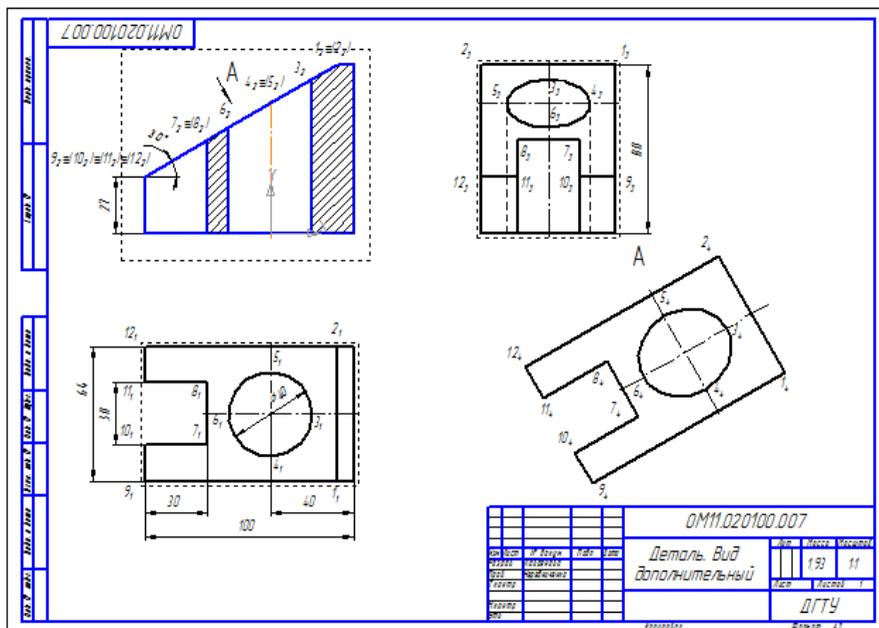

Рис.15
**Авторазмер**, проставить все необходимые размеры (см. рис. 15).
12. Двойным щелчком мыши активизировать **Основную надпись**. Заполнить поля: **Разработал**, **Проверил**, **Организация**. Зону **Материал** удалить (см. рис. 15).